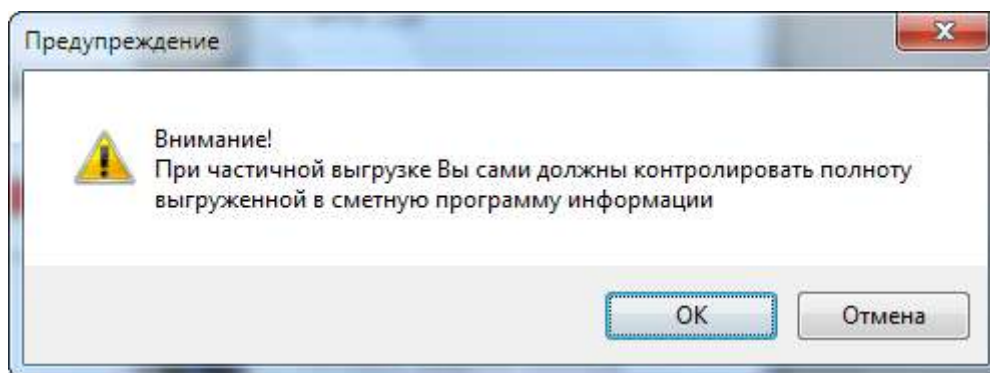

Рис. 32. Частичная выгрузка в смету
- если включен флажок **Выгрузить только выделенные**, то пользователь будет предупрежден, что при частичной выгрузке программа не может контролировать, все ли элементы модели с назначенными нормами переданы в смету (рис. 32).